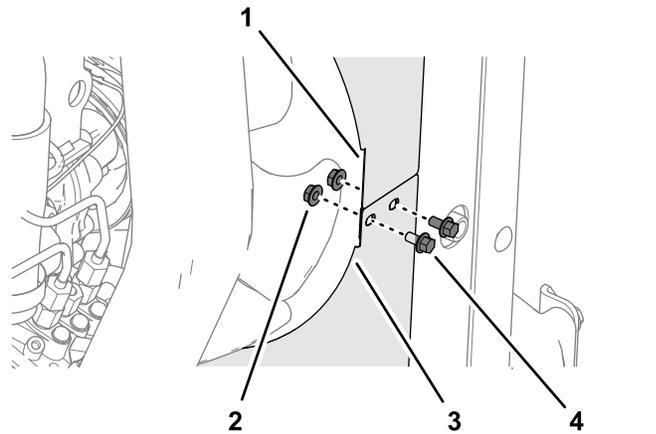

Figure 37
8. Sur le côté gauche de la machine, fixez les carénages supérieur et inférieur du ventilateur (Figure 37) à l'aide de 2 vis à embase (1/4" x 1/2") et 2 écrous à embase crénelée (1/4").